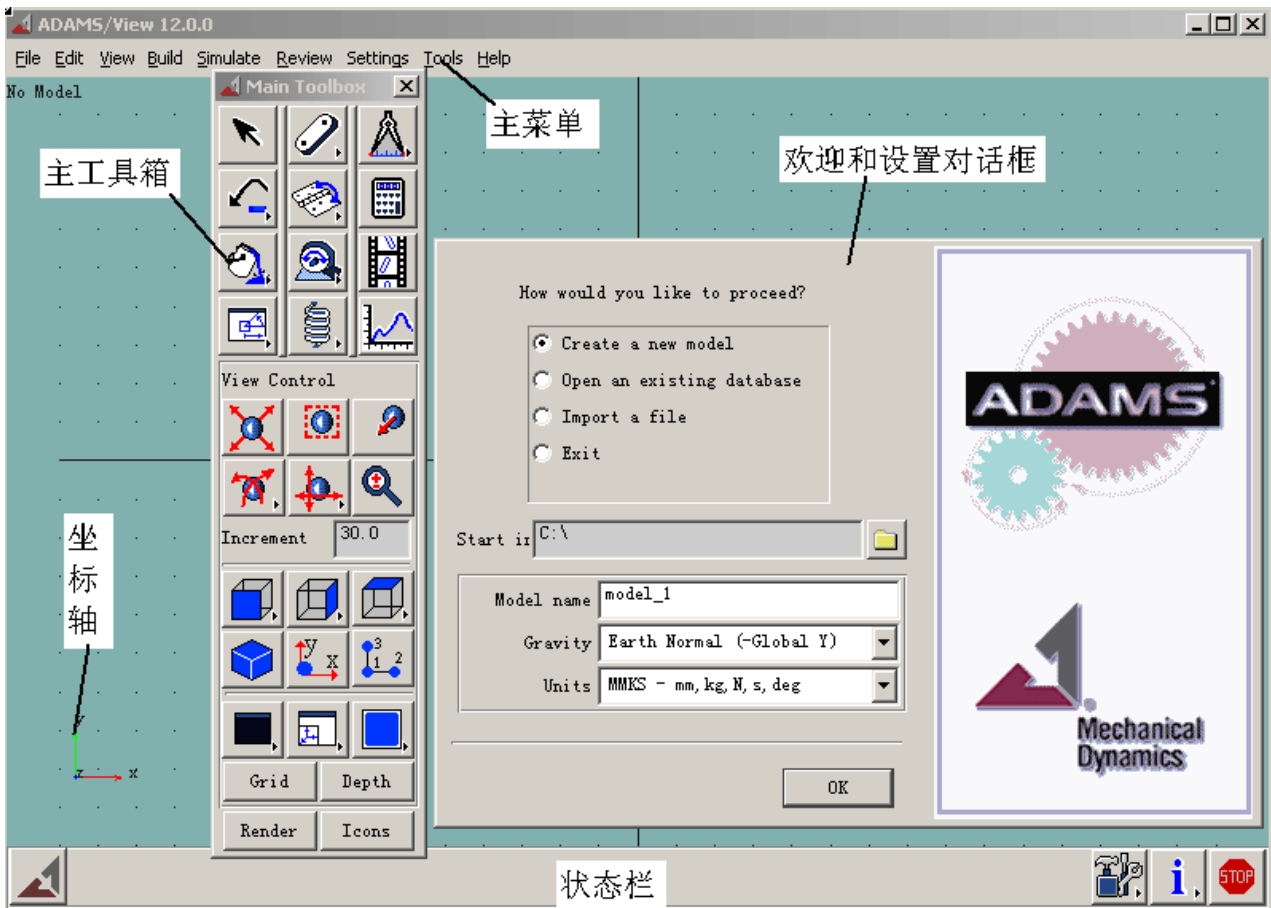

图5-1 ADAMS/View主窗口
(2) 启动ADAMS/View后,出现ADAMS/View主窗口,如下图5-1所示。如果是定制用户窗口,则出现的窗口会是不同的。